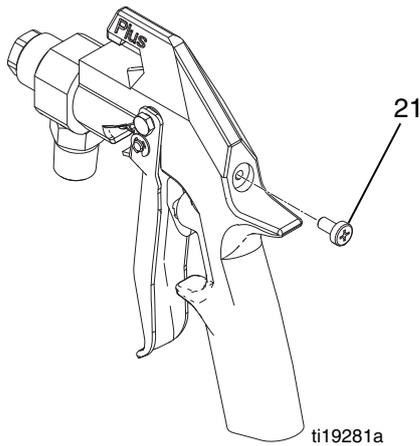

FIG. 18
8. Si se ha desmontado, monte de nuevo el tornillo de tensión del muelle (21) en la parte posterior de la pistola. Gire después el tornillo hasta el tope. Consulte la FIG. 18.